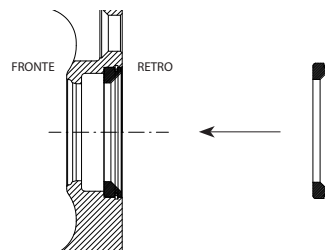

Figura 7: Installazione anello in alluminio
- 4- Nel caso si utilizzasse un anello in alluminio, bloccarlo mediante l'anello elastico (se fornito) come indicato in *Figura 7*. L'accoppiamento deve risultare preciso o con piccolissimo gioco;